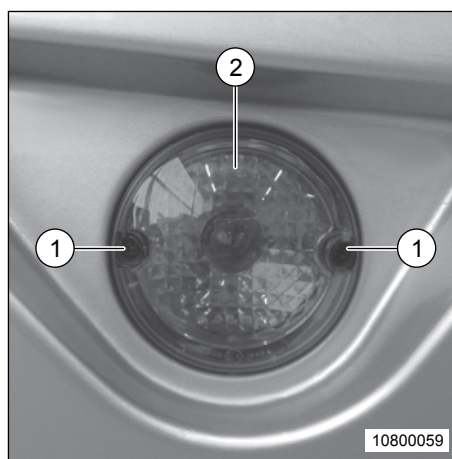

Fig. 141 Feu antibrouillard arrière
1. Dévisser les vis à droite et à gauche (Fig. 141, Pos. 1) du cache de l'ampoule (Fig. 141, Pos. 2).
2. Enlever le cache de la lampe (Fig. 141, Pos. 2) et remplacer l'ampoule (Fig. 131, Pos. 2).